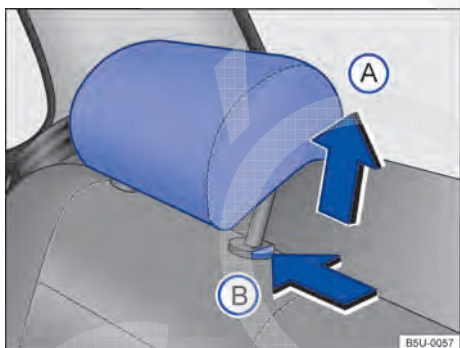

Fig. 68 Desinstalar o apoio para cabeça traseiro.
- Pressionar o botão → Fig. 68 (B) no sentido da seta. Retirar o apoio para cabeça com o botão pressionado.
- Empurrar o apoio para cabeça para baixo com o botão → Fig. 68 (B) pressionado.